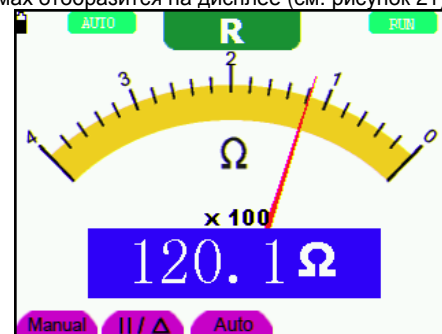

Рисунок 21. Измерение сопротивления
3. Подсоедините красный и черный измерительные провода к обследуемому сопротивлению. Результат измерения сопротивления в омах отобразится на дисплее (см. рисунок 21).